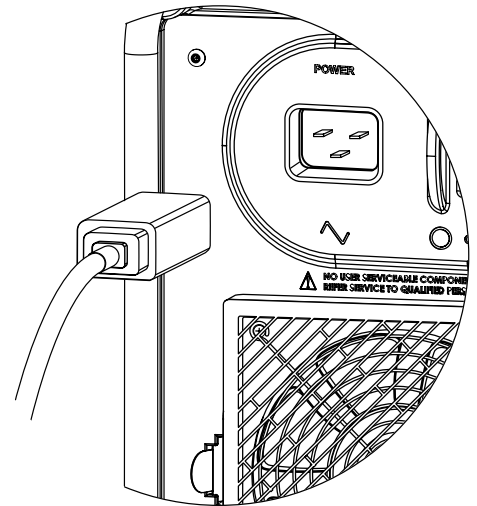

Fig. 6—Connexion du cordon d'alimentation
2. Veillez à ce que l'interrupteur d'alimentation situé sur la gauche soit sur la position ARRÊT (O).
3. Connectez le cordon d'alimentation au connecteur d'alimentation situé sur le côté de l'unité (Fig. 6).